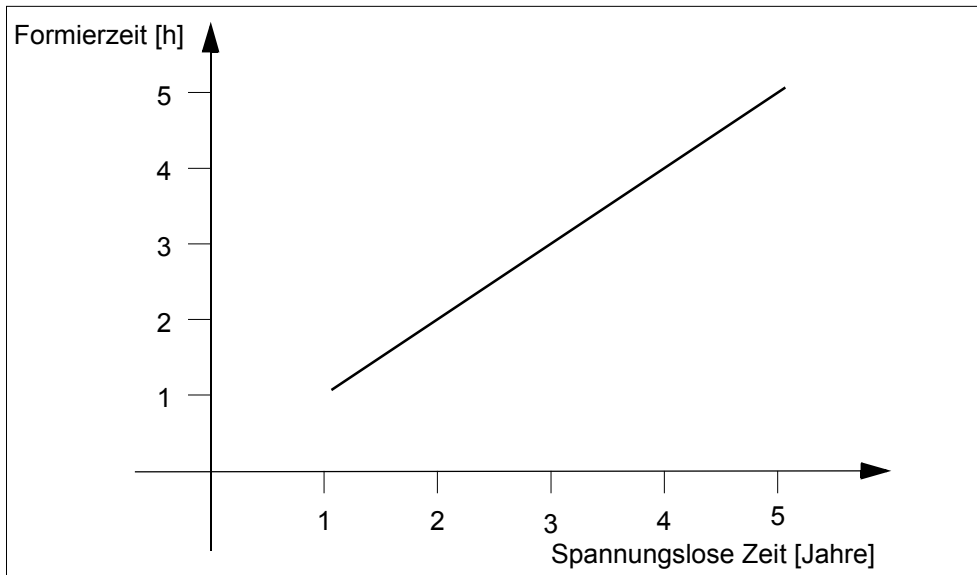

Fig. 13: Formierzeit in Abhängigkeit von der spannungslosen Zeit
- Formierzeit entsprechend der spannungslosen Zeit abwarten (Fig. 13).